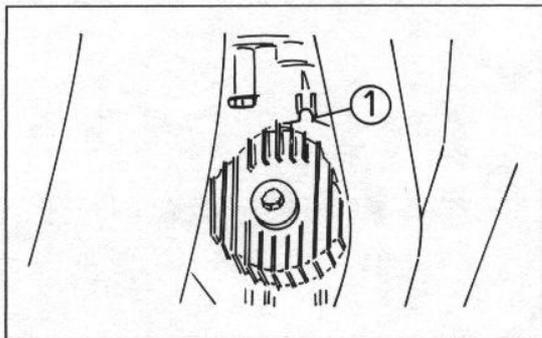

Bild 34
- Das neue Element einsetzen und mit der Feder und Scheibe am Kurbelgehäuse anbauen. Den O-Dichtring ersetzen (Bild 34).